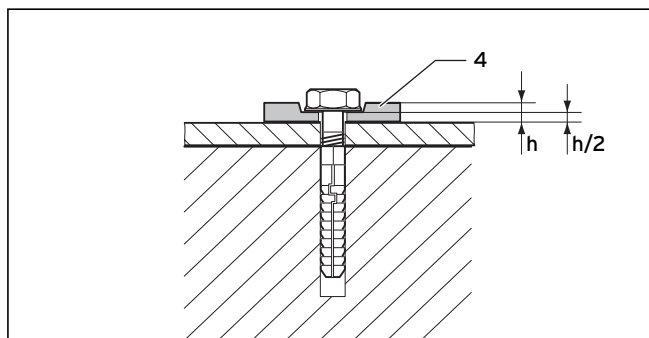

Рис. 5.31 Крепление гибкими подкладными шайбами
Обязательно используйте 4 гибких подкладных шайбы (4), чтобы можно было компенсировать расширение материала. Спрессуйте подкладные шайбы на 50 %, см. рис. 5.31.